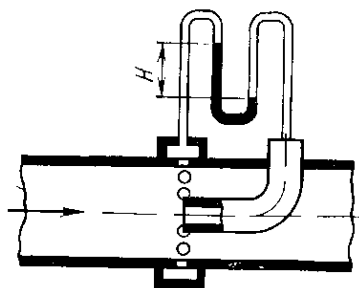

Рис. 6.7
6.18. Найти скорость течения воды на оси трубы, если показания ртутного дифманометра, подсоединенного к динамической трубке (трубке Пито) и к статическому отверстию, равно $H = 0,5 \text{ м}$ (рис. 6.7).